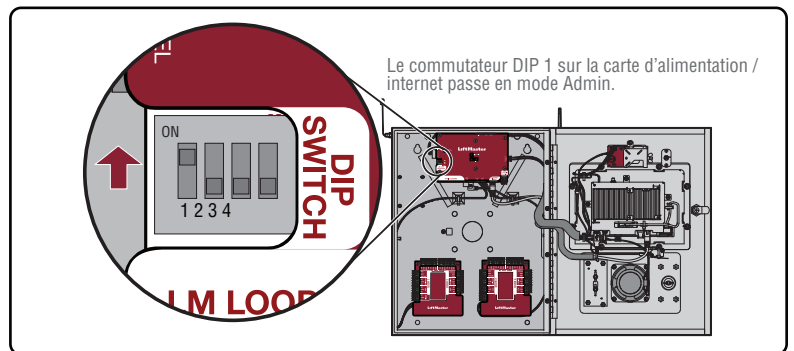

Figure 3. Mode Admin.
- Passer en mode admin sur le CAPXL en utilisant le commutateur DIP no 1 sur la carte d'alimentation/internet. Sélectionner l'onglet « Audio / Vidéo » et confirmer que la transmission vidéo apparaît et que l'angle et l'orientation sont corrects. (Figure 3)